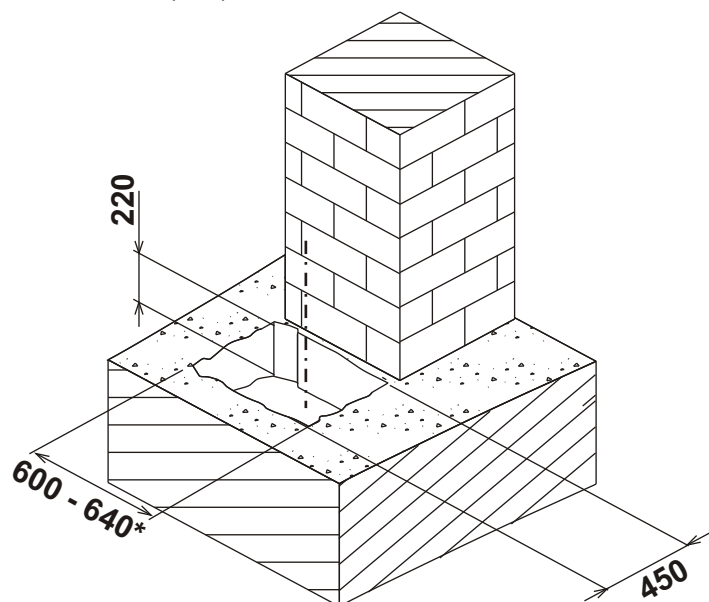

Fig. 4
**2.1.** El hueco para contener la caja portante tiene que haber las dimensiones indicativas mencionadas en Fig. 4.